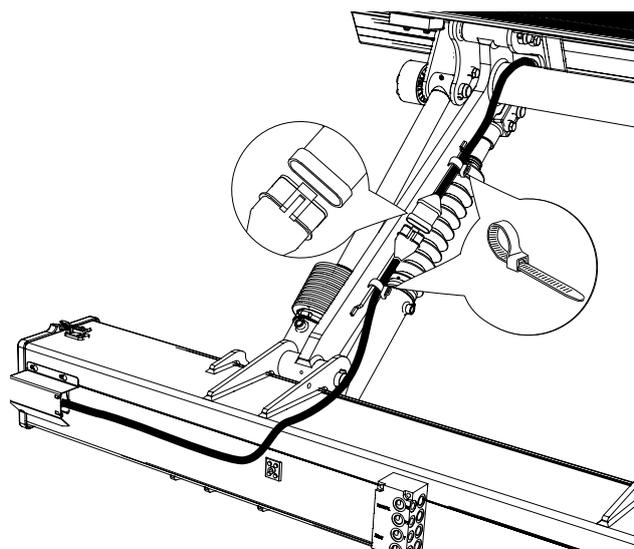

Figure 59. Pose du faisceau
2. Tirer le câble et le fixer au moyen de colliers comme illustré en Figure 59.